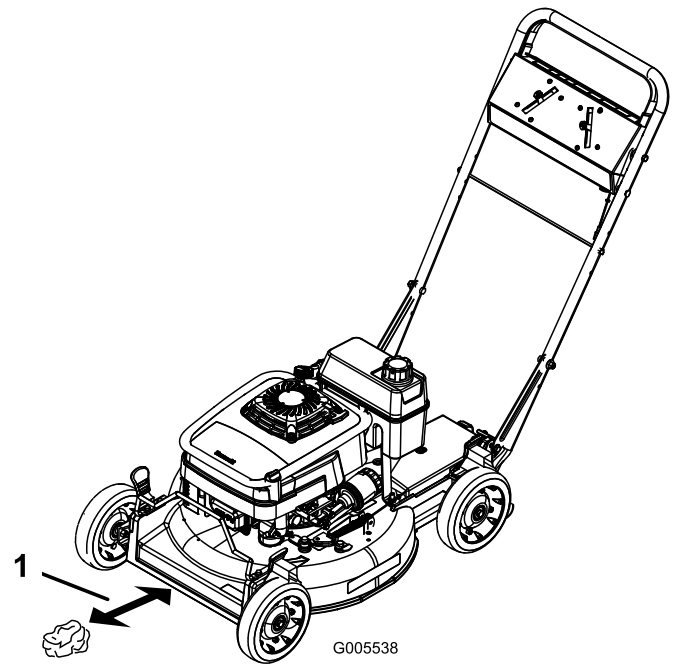
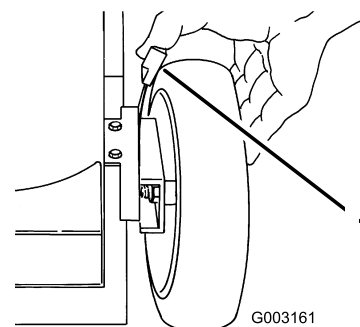

Bild 14
Bild 19
3. Stellen Sie alle vier Räder auf die 64 mm Schnitthöheneinstellung ein (Bild 19).
4. Stellen Sie den Fahrgeschwindigkeitshebel auf die Neutral-Stellung (N).
5. Nehmen Sie eine halbe Seite Zeitungspapier und knüllen es klein genug zusammen, damit es unter das Mähwerk passt (ca. 76 mm Durchmesser), siehe Bild 14.
6. Legen Sie das Zeitungspapierknäuel 13 cm vor den Rasenmäher (Bild 14).
- A. Legen Sie das Zeitungspapierknäuel 13 cm vor den Rasenmäher (Bild 14).
1. Ziehen Sie den Radhöhenstellhebel zum Rad (Bild 19) und schieben Sie ihn in die gewünschte Stellung.